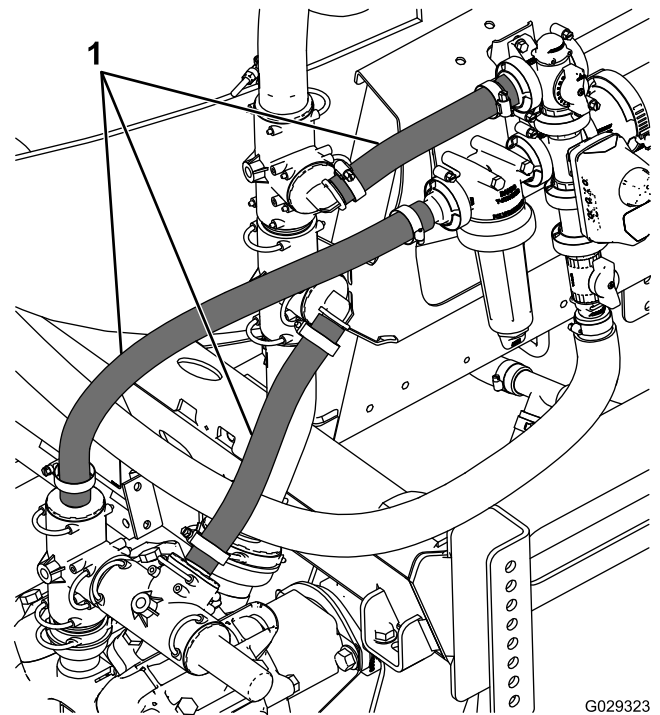

Figura 3
- Retire y deseche las 3 mangueras indicadas en Figura 3, pero guarde los pasadores de retención.